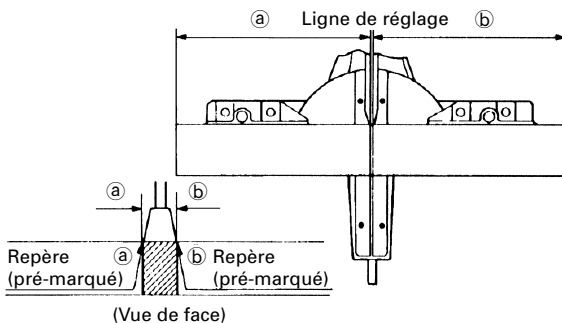

Fig. 26
- (1) Comme indiqué à la Fig. 26, la largeur de la lame est la largeur de coupe. En conséquence, glisser la pièce vers la droite (vue de la position de l'opérateur) pour obtenir la longueur **b**, et sur la gauche pour obtenir la longueur **a**. Si le marqueur laser est utilisé, aligner la ligne laser sur le côté gauche de la lame de scie, puis aligner la ligne tracée à l'encre sur la ligne laser.
- (2) Quand la lame a atteint sa vitesse maximale, abaisser doucement la poignée jusqu'à ce que la lame approche de la pièce.
- (3) Quand la lame touche la pièce, appuyer progressivement sur la poignée pour couper la pièce.
- (4) Quand la pièce est coupée à la longueur voulue, mettre l'outil électrique hors tension et attendre que la lame soit complètement arrêtée avant de relever la poignée en position complètement rentrée.